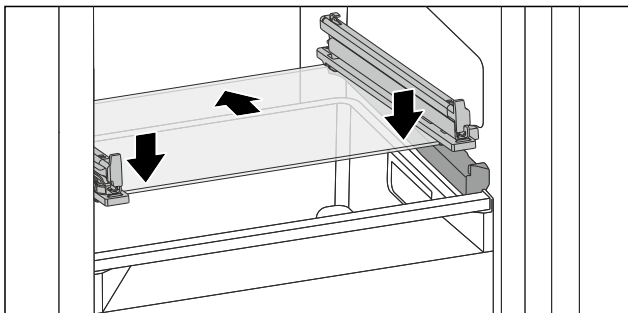

Fig. 132 可倾斜抽屉的玻璃隔板
- ▶ 将玻璃隔板斜放在止动器后面。(参见 Fig. 132)